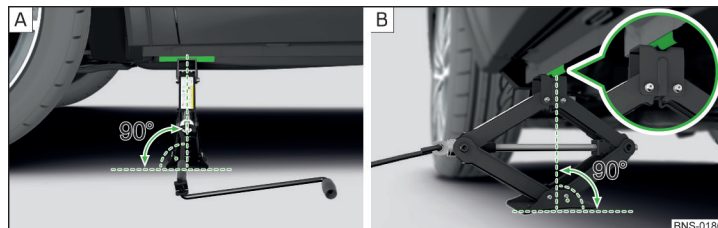

Fig. 342 Application du cric
- Placez l'embase du cric sur toute la surface sur un sol plan pour que le cric s'applique perpendiculairement à l'emplacement du point d'appui » fig. 342 - [A].
- Élevez le cric avec la manivelle jusqu'à ce que la mâchoire du levier touche le point d'appui » fig. 342 - [B].